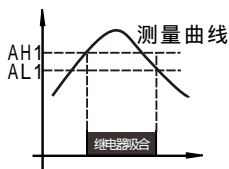

图1
- 设定 AH1>AL1(AH2>AL2)，当测量值 AH1时，继电器吸合；当测量值 AL1时继电器释放，继电器动作情况见图1，常用于上限报警。